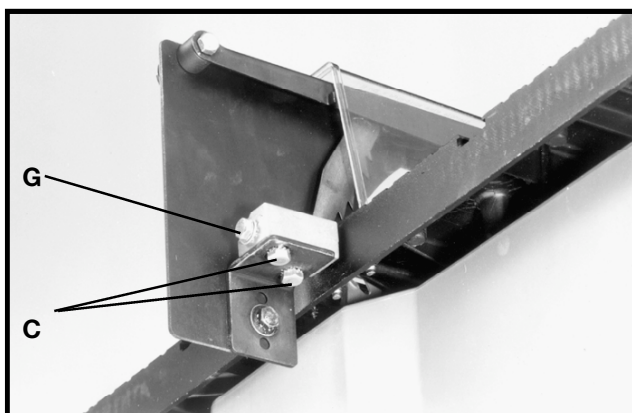

Fig. 17
10. Lorsque le couteau séparateur est correctement aligné avec la lame de la scie, serrer les deux vis (C) fig. 17, qui fixent le support du couteau séparateur et serrer la vis (G) qui fixe le support du couteau séparateur à la tige pivot.